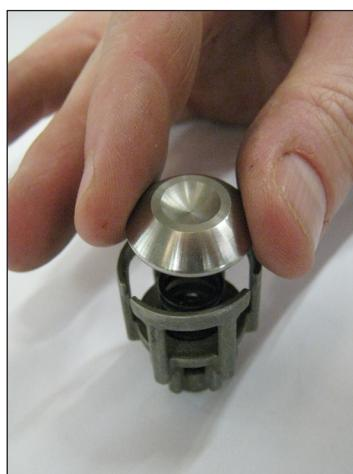
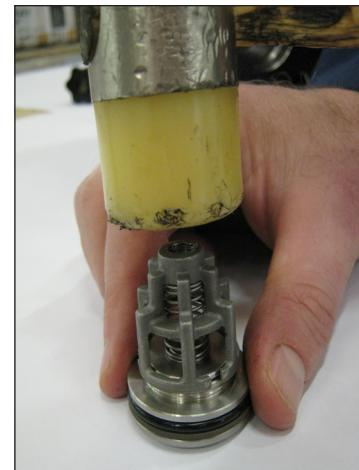

Fig. 24
Fig. 25
- Durante a montagem dos grupos da válvula de aspiração e de fluxo (Fig. 24, Fig. 25), não inverta as molas de aspiração com aquelas de fluxo anteriormente desmontadas: